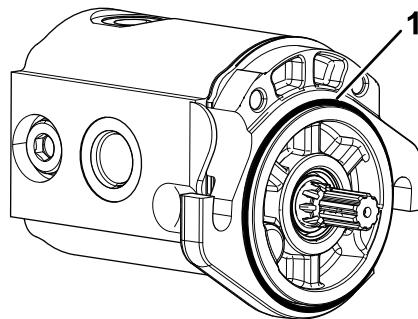

Figura 5
- Instale la junta tórica en el motor del molinete (Figura 5).